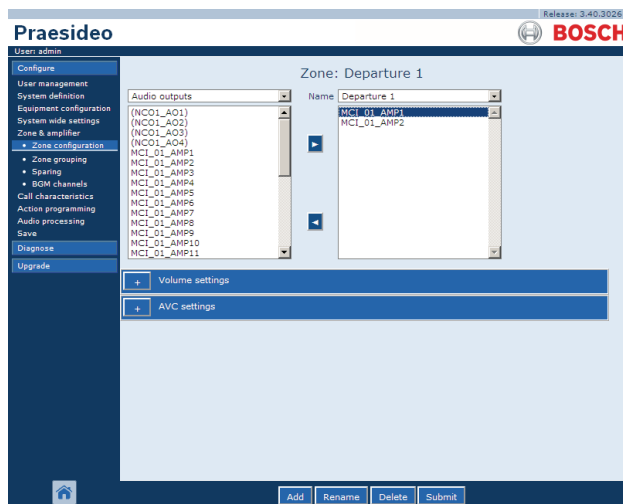

figura 46.7: Eliminar zona, paso 1
- 1 Vaya a *Configure > Zone & Amplifier > Zone configuration*. Se mostrará una pantalla similar a la indicada en figura 46.7.